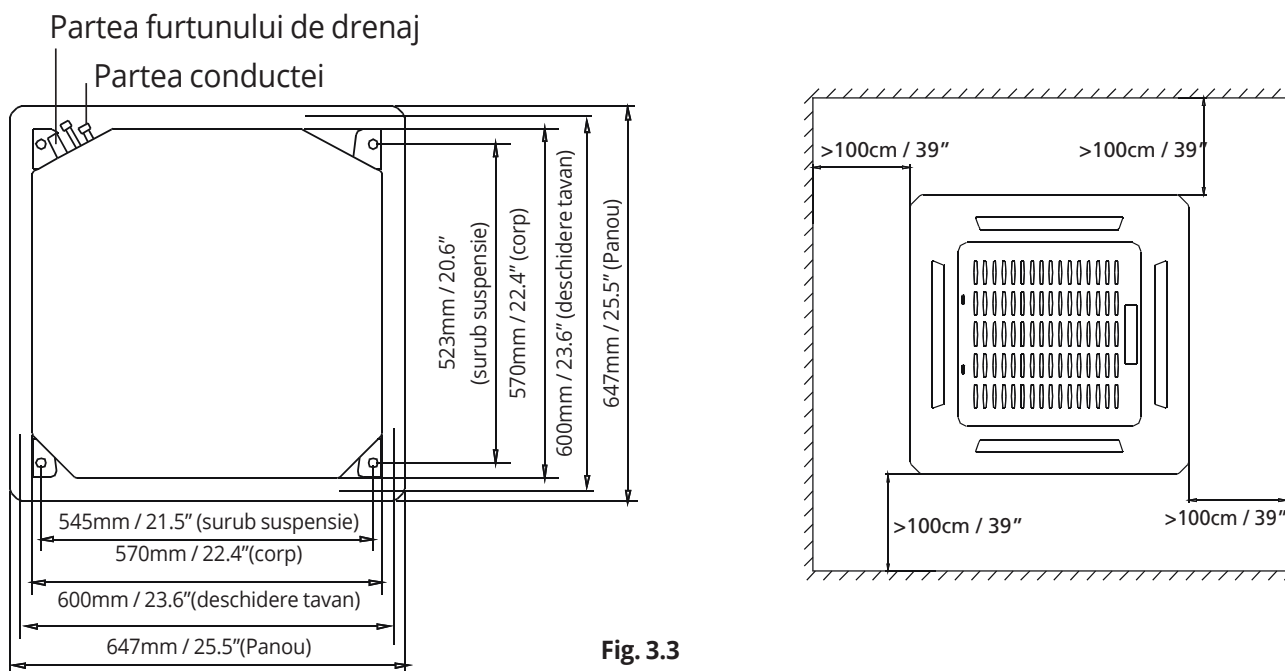

Fig. 3.3
1. Utilizati sablonul din carton pentru a taia plafonul fals conform dimensiunilor necesare, lasand liber cel puțin 1m pe fiecare parte. Dimensiunea strapungerii: 60x60cm (23.6x23.6") sau 90x90cm (35.4x35.4") (Fig 3.3). Marcati zonele in care veti face gaurile pentru carligele de tavan.